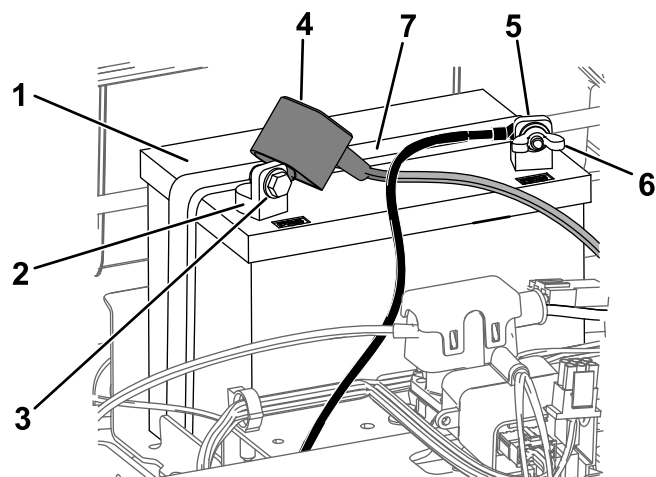

Figure 48
4. Débranchez le câble négatif (noir) de mise à la masse de la borne de la batterie (Figure 48).
6. Débranchez le câble positif (rouge) de la borne de la batterie (Figure 48).
7. Déposez la barrette de maintien de la batterie (Figure 48) et soulevez la batterie de son support.
1. Placez la batterie sur son support (Figure 48).
5. Fixez la batterie en place à l'aide de la barre de maintien (Figure 48).